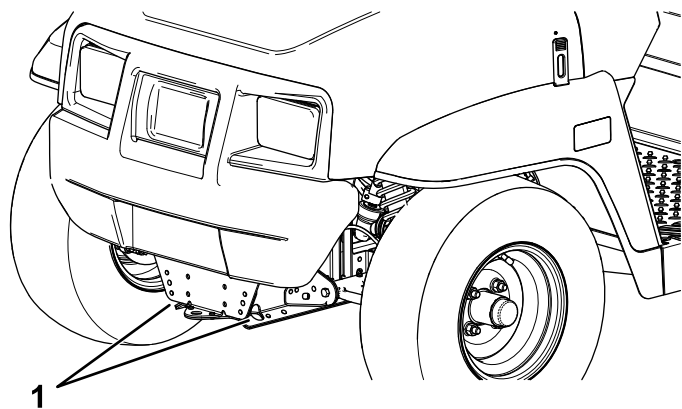
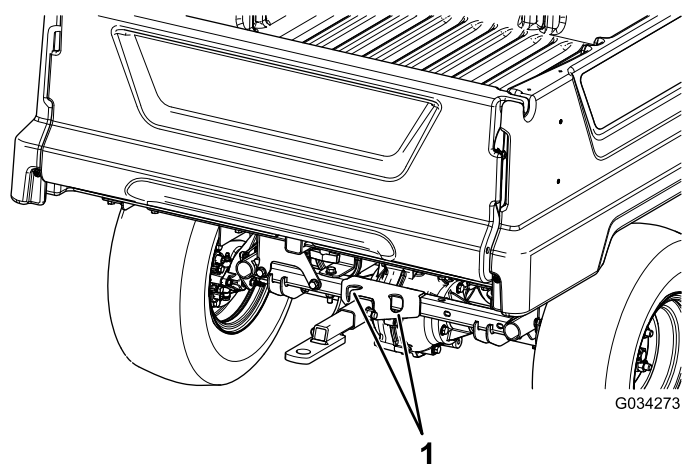

Figure 19
Figure 20
L'emplacement des points d'arrimage sur la machine est indiqué à la Figure 19 et la Figure 20.
2. Accrochez un câble de remorquage à la flèche d'attelage à l'avant du cadre de la machine (Figure 20).